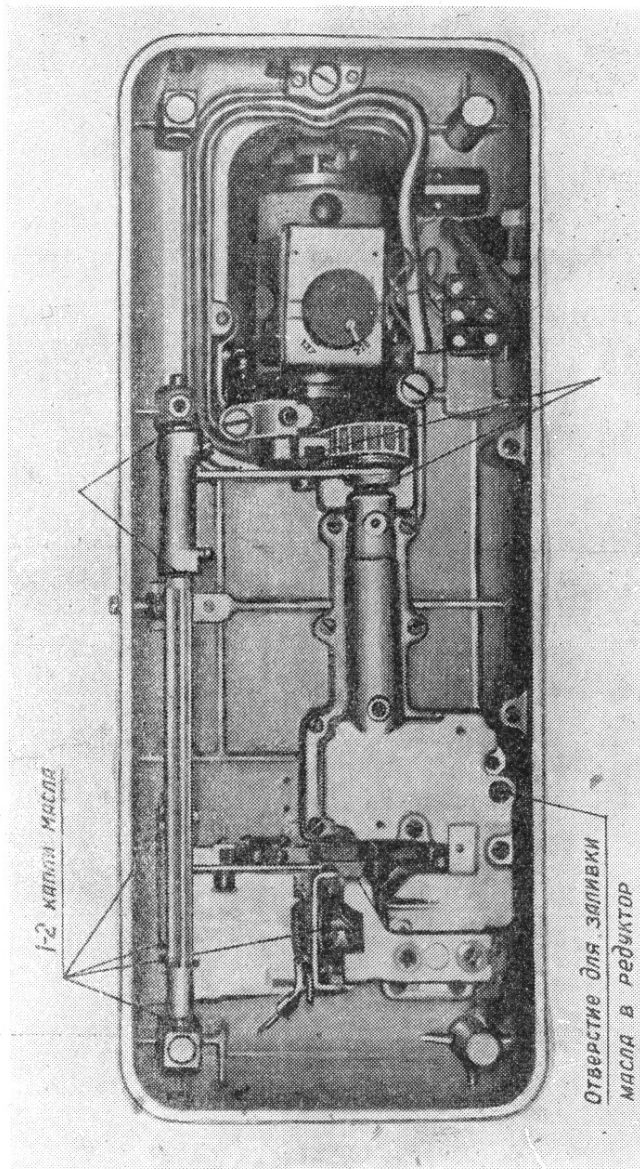

Fig. 43.
b) nacisnąć palcem lewej ręki na guzik pokrywy dolnej, prawą zaś ręką położyć maszynę na bok. Odchylić pokrywę i naoliwić mechanizmy maszyny w miejscach, wskazanych strzałkami na fig. 43;